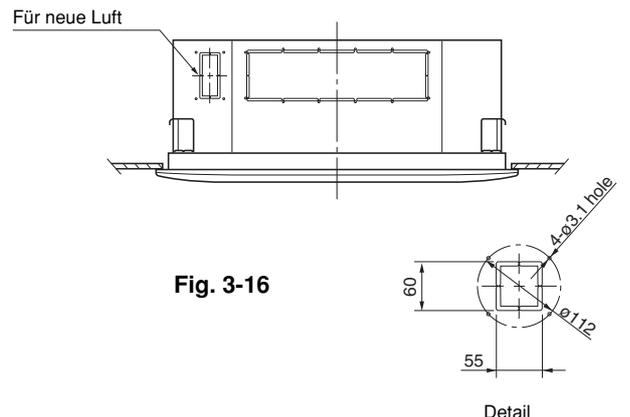

Fig. 3-16
- Die Einheit ist für einen Anschluß an eine Leitung für neue Luft voreingestellt (Abb. 3-16).